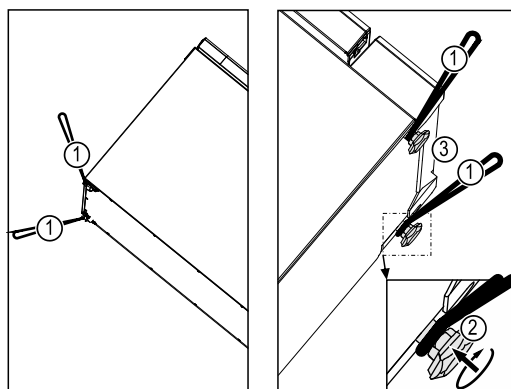

Fig. 6
- Skru inn justerbare føtter Fig. 6 (2) på apparatet for å kunne bruke de nedre transportsøyfene.
- Bruk alle fire bærestroppene Fig. 6 (1).